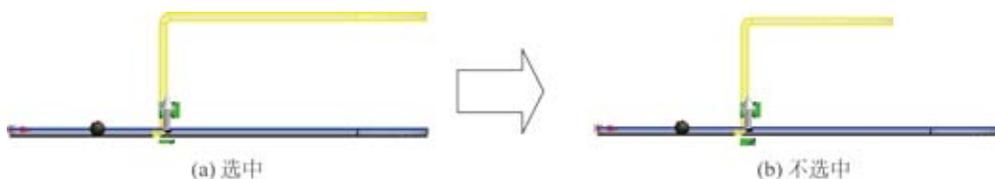

图 5.102 固定投影距离
- (固定投影长度) 单选项: 选中此复选框, 则转折的面保持相同的投影长度, 如图 5.102 所示。